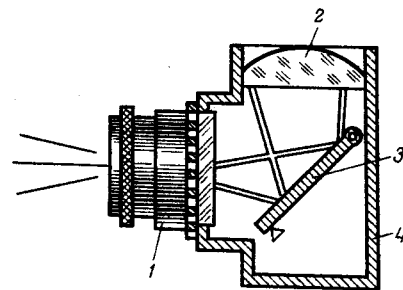

Рис. 9. Принципиальная схема фокусировки объектива зеркального фотоаппарата:
Характерной особенностью зеркального фотоаппарата является зеркальный видоискатель (рис. 9), на матовом стекле которого создается изображение снимаемого объекта, причем примерно такого же размера, как и в кадровом окне фотоаппарата. Фокусировка объектива осуществляется по матовому стеклу видоискателя. Объектив (1) зеркального фотоаппарата направляет световой поток на зеркало (3), которое отклоняет лучи на матовую поверхность коллективной линзы (2). На этой поверхности и появляется изображение снимаемого объекта, которое через пентапризму рассматривается в окуляр. Изображение, создаваемое на коллективной линзе, соответствует изображению, которое получается на фотопленке в пределах кадрового окна.